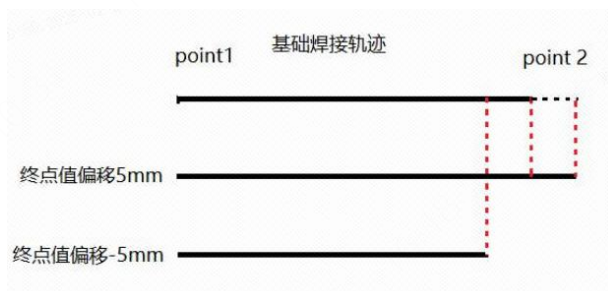

图 3-68 多层多道终点偏移示意图
- (5) 终点偏移值：终止点 X 方向偏移数值，如图 3-68 所示，单位 mm。范围：-50-50。
- (6) Y 方向偏移值：整体运动轨迹向 Y 方向偏移，单位 mm。垂直于工具 Z 方向和焊缝前进方向，由右手定则确定正负。正值为正方向前进距离。范围：-150-150。
- (7) Z 方向偏移值：整体运动轨迹向 Z 方向偏移，单位 mm。偏移和工具方向相同，正值为正方向前进距离。范围：-150-150。
- (8) 绕 X 轴偏移角：整体运动轨迹 X 方向旋转度数，单位°。范围：-90-90。
- (9) 绕 Y 轴偏移角：整体运动轨迹 Y 方向旋转度数，单位°。范围：-90-90。
- (10) 绕 Z 轴偏移角：整体运动轨迹 Z 方向旋转度数，单位°。范围：-90-90。
- (11) 记录开关：记录偏移值功能打开开关，同时填写复现距离，按照设置的距离值记录实时记录偏差值。
- (12) 复现开关：复现偏移值功能打开开关，同时填写复现文件号，按照设置的文件号复现该文件号记录的偏差值（具体使用见下文，多层多道复合电弧跟踪功能使用）。